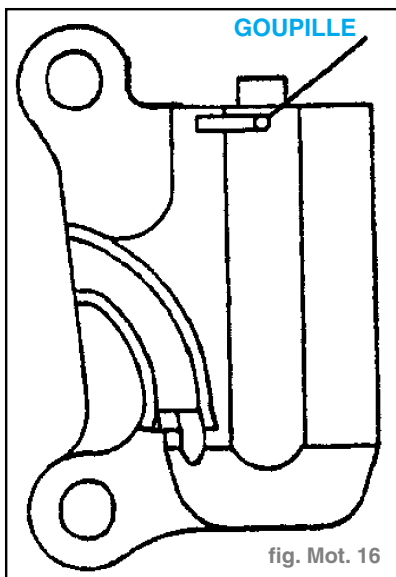

fig. Mot. 16
- Si la tige est résistante, appuyer lentement sur la tige et insérer la goupille dans l'orifice. (fig. Mot. 16)
- Déposer la goupille de l'auto-tendeur afin d'appliquer une tension à la courroie. (fig. Mot. 16)